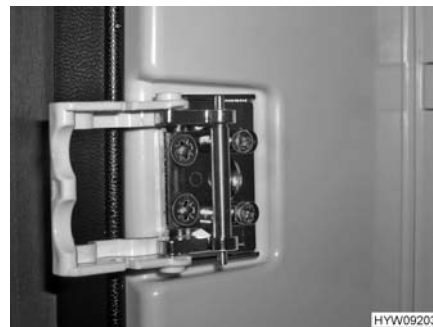

Fig. 149 Dispositivo di chiusura
- Ruotare la staffa (Fig. 146,1 o Fig. 148,1) in avanti (Fig. 147 o Fig. 149).
A seconda del modello, il frigorifero può essere dotato anche di un dispositivo di chiusura, come quello illustrato in Fig. 148 e Fig. 149.